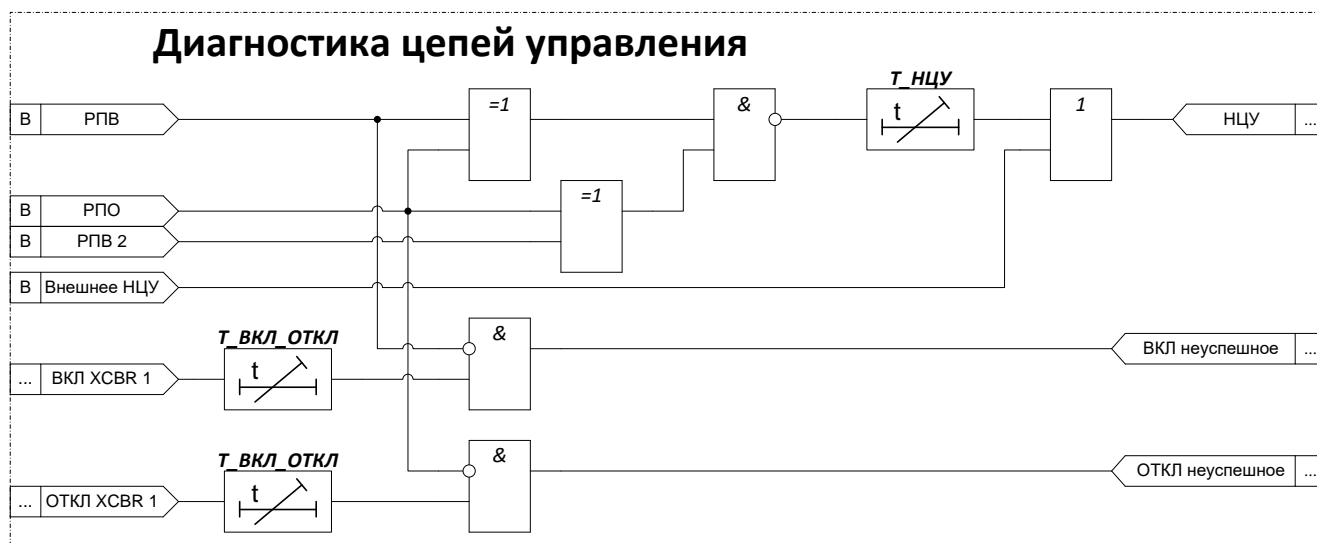

Рис. 2.9.7. Логическая схема «Диагностика цепей управления».
- диагностика коммутационного аппарата – по превышению уставки времени успешного включения/отключения и при неисправности цепей управления (см. рис. 2.9.7);